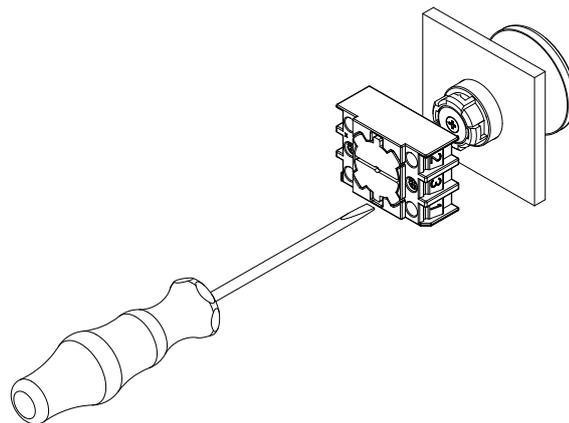

Fig. 1
1. El montaje de elementos de mando y brida de montaje apretando los tornillos de la brida de montaje con un destornillador plano de tamaño 2 (véase fig. 1)
1. El montaje de elementos de mando y brida de montaje apretando los tornillos de la brida de montaje con un destornillador plano de tamaño 2 (véase sección 3.1, fig. 1)